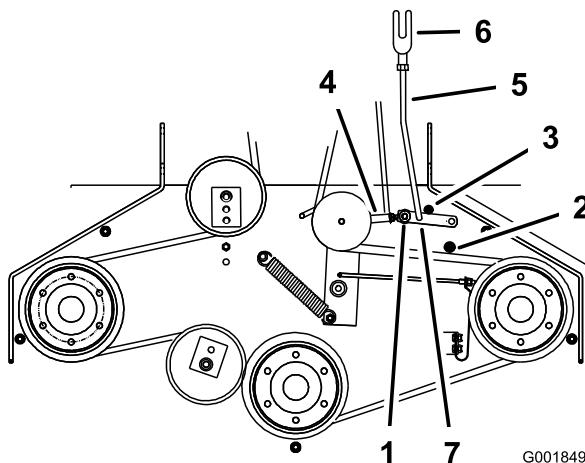

Bild 48
5. Stellen Sie sicher, dass der Stützarm am hinteren Stützarmanschlag am Mähwerk anliegt (Bild 48).
7. Der Stützarm sollte den vorderen Stützarmanschlag am Mähwerk berühren. Wenn er ihn nicht berührt, bringen Sie den Kippschalter näher an die Verstärkung (Bild 48).
8. Entfernen Sie den Splint aus dem Stützarm, um den Stützarm-Lenker einzustellen (Bild 48).
11. Setzen Sie den Stützarm-Lenker in den Stützarm und befestigen ihn mit dem Splint (Bild 48).